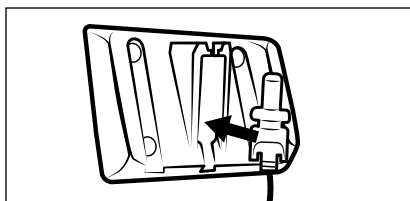

Fig. 4
- 1) Sæt hulstikket **11** til netadapteren **10** ind i vægholderen **18** (se fig. 4). Fastgør hulstikket **11** ved at dreje det.